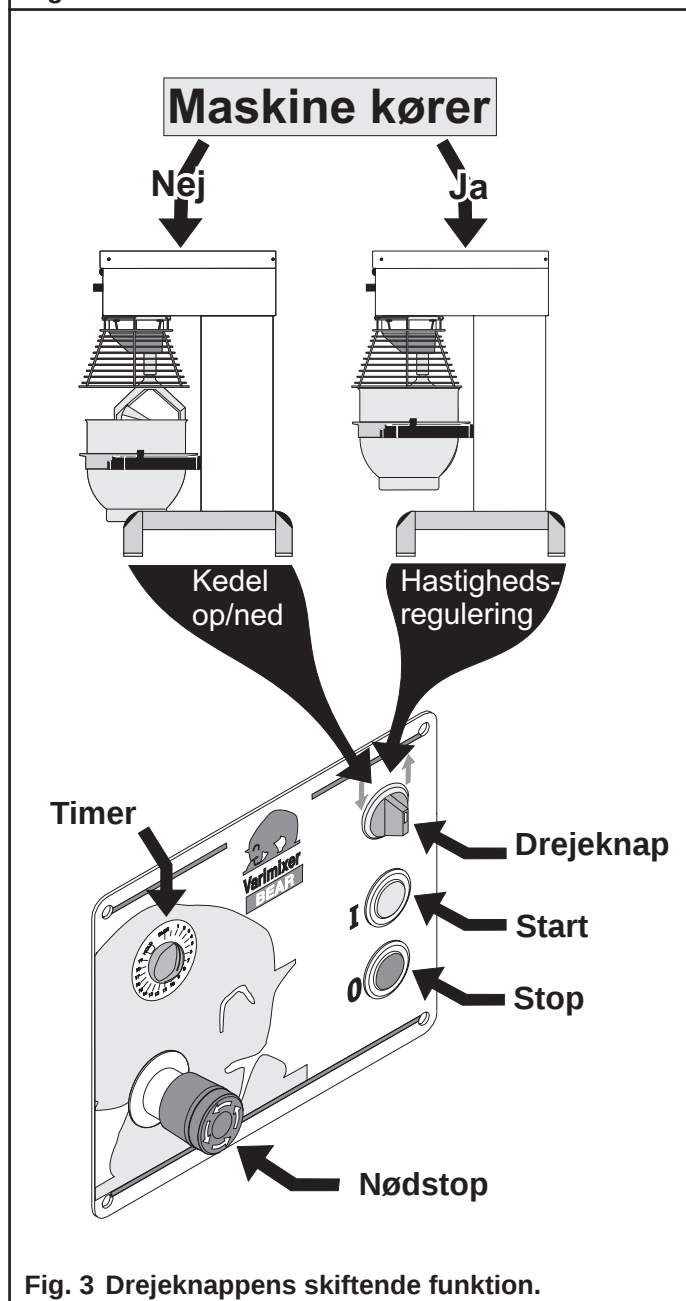

Fig. 3 Drejeknappens skiftende funktion.
- C** For at løfte kedlen drejes **Drejeknap** med uret (pil op) (**fig. 3**). Kedlen stopper automatisk i topposition.
- E** Tryk på **START** (**fig.3**).
Maskinen har på betjeningspanelet en drejeknap som har to funktioner (**fig.3**):
- Frigør nødstop (**fig.3**) ved at dreje det mod uret.